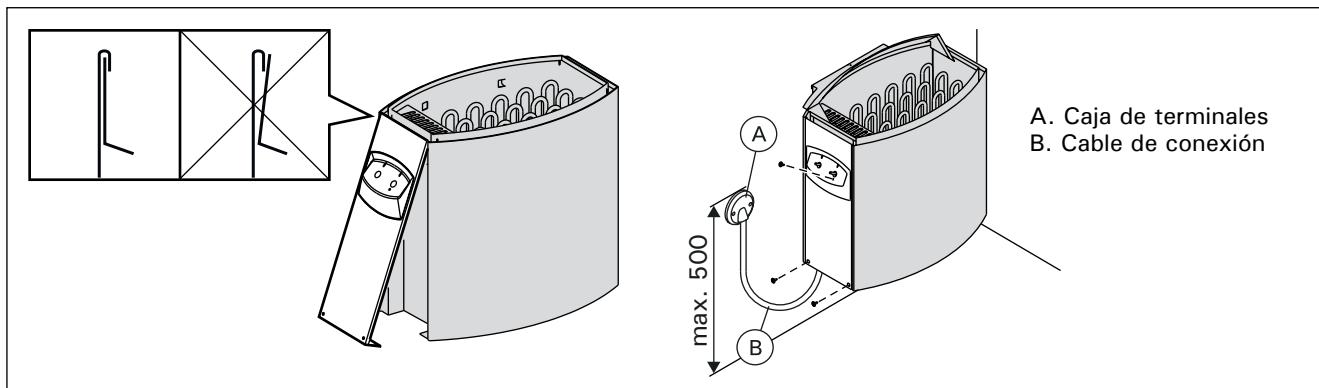

Figura 8. Cerrar la tapa de la caja de conexiones (todas las dimensiones en milímetros)
- El calentador está conectado de forma semiestacionaria a la caja de terminales (figura 8: A) de la pared de la sauna. La caja de terminales debe estar protegida contra salpicaduras y su altura máxima desde el suelo no debe superar los 500 mm.
- El cable de conexión (figura 8: B) debe tener un recubrimiento de goma de tipo H07RN-F o equivalente.
- Figura 8.